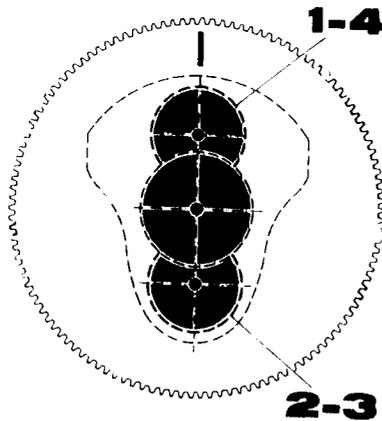

Bild 47
- Zur Montage des Schwungrades den Motor so durchdrehen, dass die Pleuelzapfen wie in Bild 47 ausgerichtet sind. In dieser Stellung das